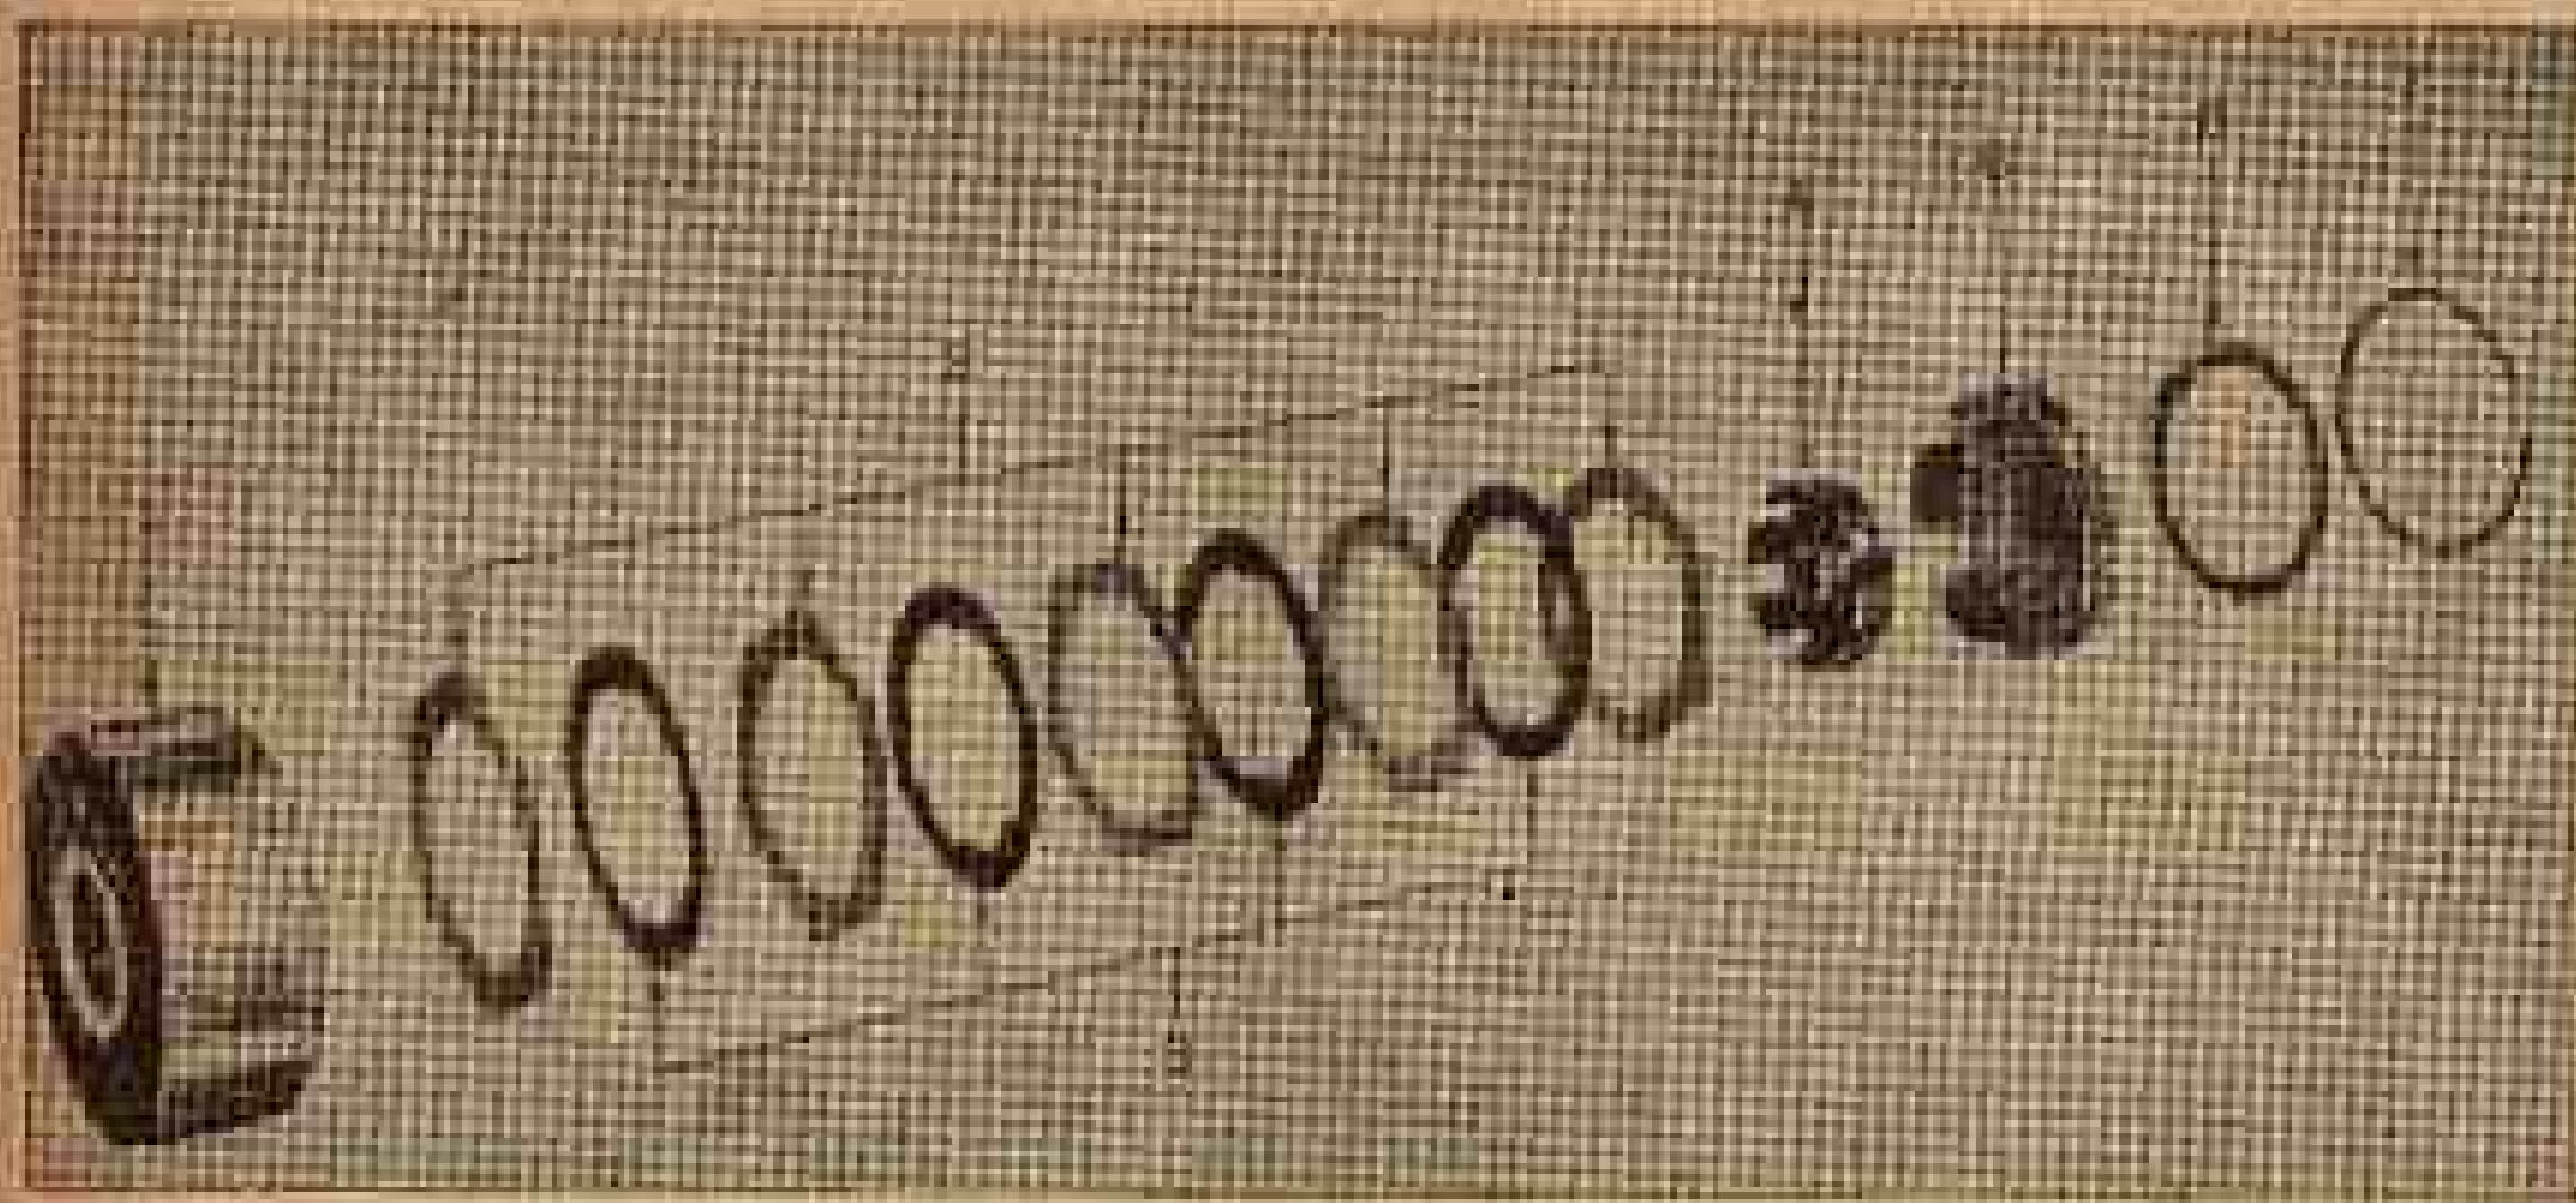

Fig. 21 — As peças da embreagem.
- 1 — Para desmontar e examinar, retira-se o anel retentor do flange da embreagem e o retentor (ns. 6 e 7 da fig. 21).
- 3 — Retiram-se do tambor o cubo da embreagem e as placas (fig. 21).